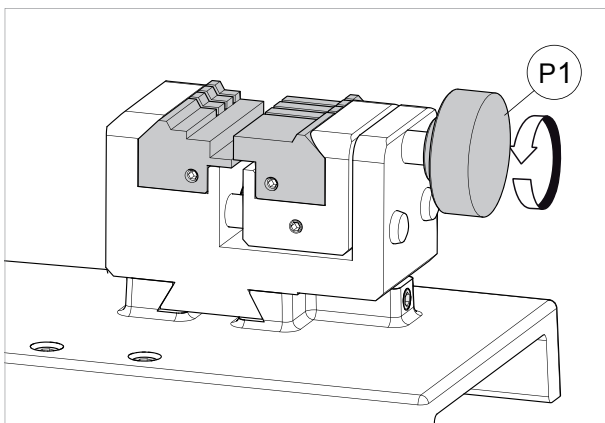

Fig. 51
- 2) Desenroscar el pomo (P1) dándole unas vueltas (Fig. 51).